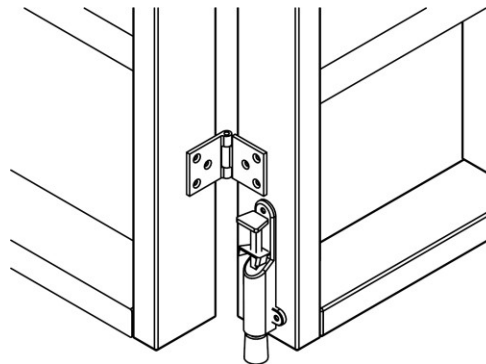

Abb. 7: Montage des Feststellfußes
Um das Kletterhaus später am Boden arretieren zu können, wird als letztes noch der Feststellfuß ⑰ wie in Abb. 7 mit den Spaxschrauben ⑨ unten am rechten Kletter-Einzelement angeschraubt.